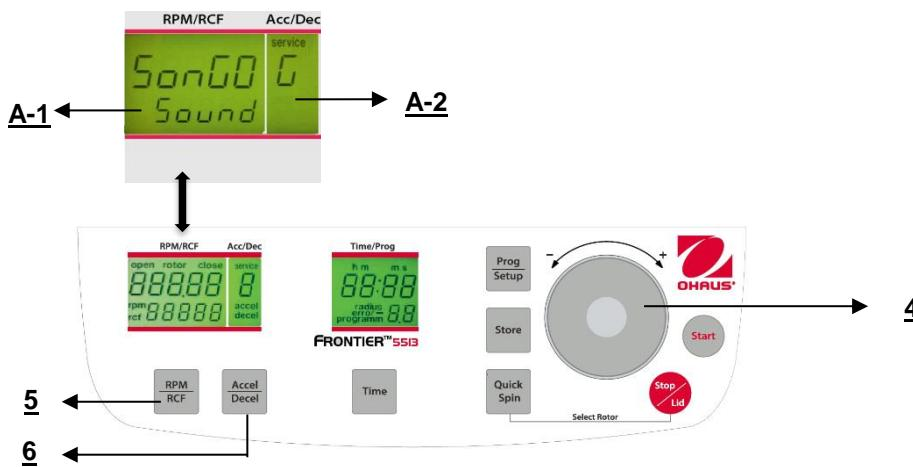

Figura. 32
Procedere come descritto al punto 4.1.2 per inserire questa modalità programma e poi premere il tasto **"Accel/Decel"** (6). Sul display **"Acc/Dec" (A-2)** lampeggia la parola **"Service"**. Selezionare adesso la lettera **"G** con la quadrante di regolazione (4). Di conseguenza, sul display **"RPM/RCF"** (A-1), appare la parola **"VSonGo/Sound"**. Dopo aver premuto il tasto **"RPM/RCF"** (5), è possibile selezionare una suoneria con la quadrante di regolazione(4). (Vedere figura 32)